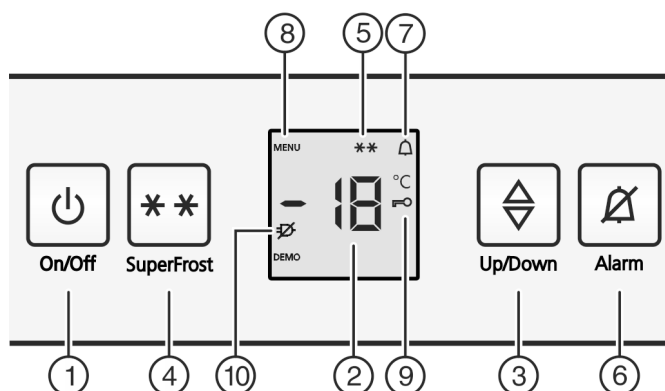

Fig. 2
- ▶ Нажать кнопку On/Off Fig. 2 (1).
- ▶ Активация режима настройки: Нажмите кнопку SuperFrost Fig. 2 (4) и удерживайте ее прим. 5 секунд.
- ▷ На индикаторе будет отображаться символ «Меню» Fig. 2 (8).
- ▶ Для подтверждения нажать и отпустить кнопку «SuperFrost» Fig. 2 (4).
- ▷ На индикаторе горит символ «Защита от детей» Fig. 2 (9).
- ▶ нажмите и отпустите кнопку "On/Off" Fig. 2 (1).
- ▷ Символ «Защита от детей» Fig. 2 (9) гаснет.
- ▶ Нажмите кнопку Alarm Fig. 2 (6).
Одновременно мигает индикация температуры и символ тревоги Fig. 2 (7).
Звуковой сигнал выключается автоматически, символ аварийного сигнала Fig. 2 (7) выключается и индикатор температуры перестает мигать, если температура снова становится достаточно низкой.